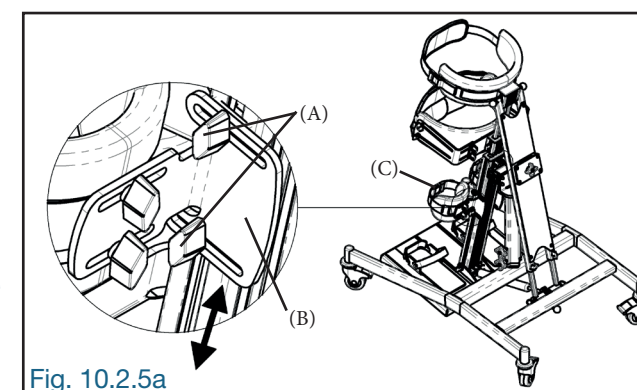

Fig. 10.2.5a
Dévisser les boutons de blocage (A) du support (B) de la butée de genou (C), ajuster en hauteur les butées de genou (C) puis, bien resserrer fermement les boutons de blocage (A) (Fig. 10.2.5a).